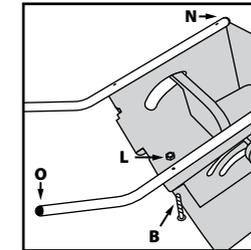

Fig. 2
- Attachez ces deux éléments sur le corps principal de l'outil à l'aide des fixations **B** et **L** (**Fig. 2**).